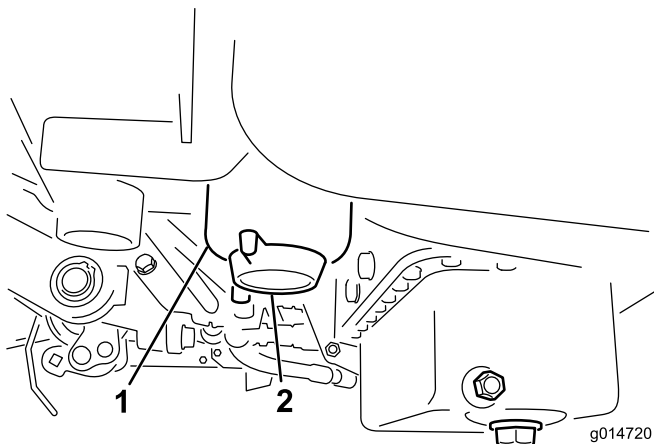

図 33
3. 燃料フィルタについているドレン・プラグを1回転ほど開き、内部にたまっている異物を流し出す（図 33）。終了したらプラグを締める。